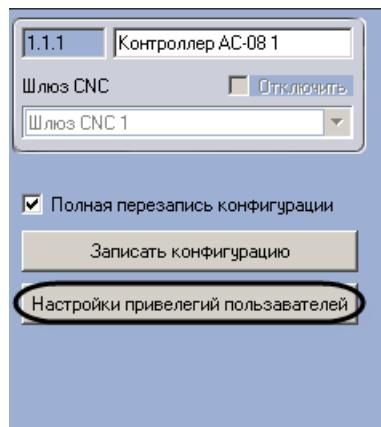

Рис. 3.5—4 Настройки привилегий пользователей
1. Перейти на панель настроек объекта **Контроллер АС-08** (Рис. 3.5—4) .
2. Нажать кнопку **Настройки привилегий пользователей** (см. Рис. 3.5—4).